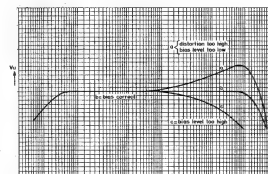

Fig. 2
- "D. - If the adjustment is correct the frequency response curve will be similar to curve b in Fig. 2 (distortion $\leq 5\%$).
- "D. - Si le réglage est correct, la courbe de réponse sera semblable à la courbe b de la Fig. 2 (distorsion $\leq 5\%$).
- "D. - Als de instelling juist is, zal de frequentiecurve gelijk zijn aan kromme b in Fig. 2 (vervalsing $\leq 5\%$).
- "D. - Wenn die Einstellung richtig ist, wird der Frequenzgang gleich der Kurve b in Bild 2 (Verzerrung $\leq 5\%$) sein.
- "B. - Collegare lo strumento di servizio al connettore di uscita di una cassa acustica dell'apparecchio. - Posizionare l'apparecchio in riproduzione e usare la cassetta test a 50 Hz. - Regolare la velocità del motore (R), per la minima deviazione dello strumento.
- "D. - Se la regolazione è corretta la curva di risposta in frequenza sarà simile alla curva b in Fig. 2 (distorsione $\leq 5\%$).